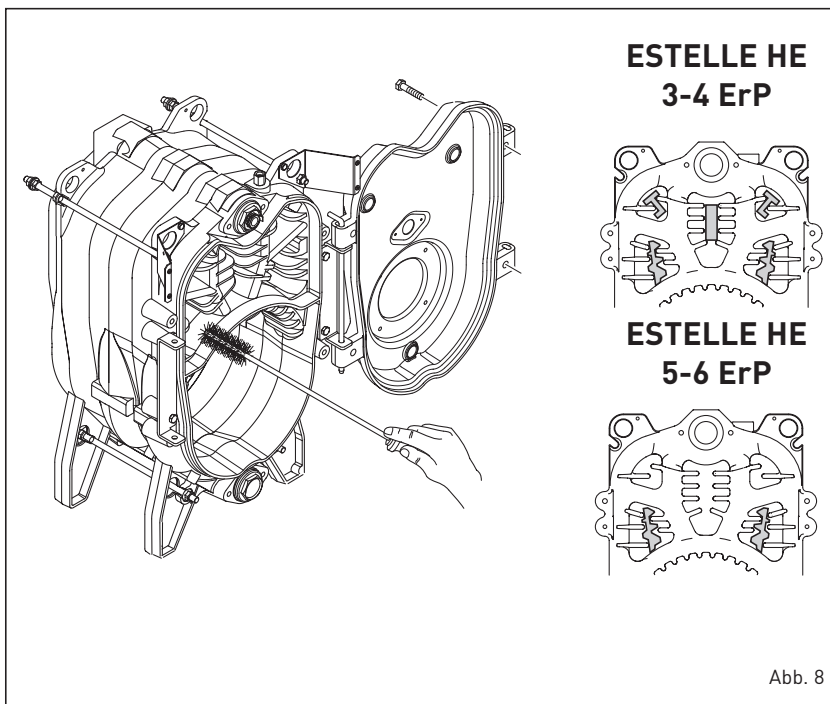

Abb. 8
3.3.1 Rookgaszijde van de ketel (Abb. 8)